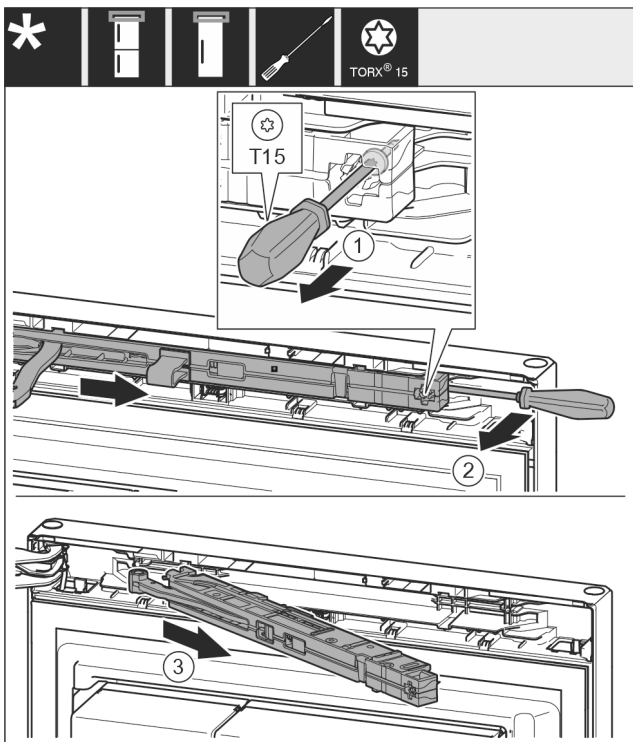

Fig. 11
- Allentare la vite di ca. 14 mm sull'unità ammortizzatore di chiusura con il cacciavite T15. Fig. 11 (1)
- Spingere con un cacciavite sul lato maniglia dietro l'unità ammortizzatore di chiusura e ruotarla in avanti. Fig. 11 (2)
- Estrarre l'unità ammortizzatore di chiusura. Fig. 11 (3)